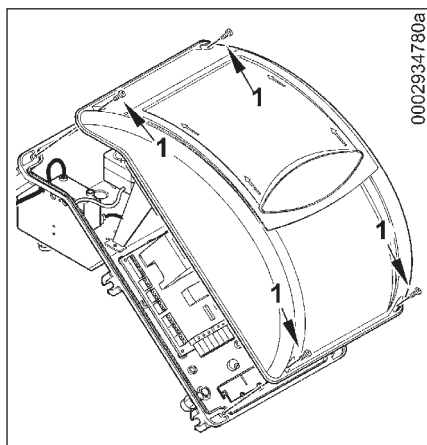

Fig. 1
- Снимите крышку, открутив 4 винта (1), как на рис.1, при этом не убирайте прозрачное окошко. Таким образом, можно иметь доступ к электрической панели горелки.